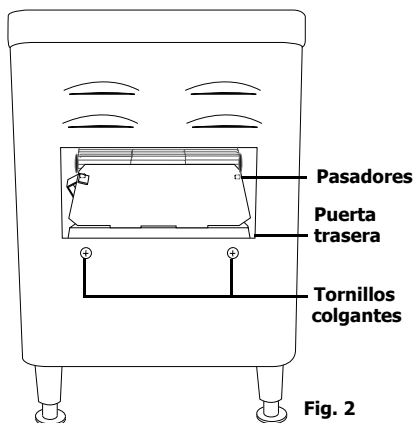

Fig. 2
2. Fíjela dentro del aparato apoyando el labio curvo de la puerta en los dos pasadores situados al final de la cinta [Fig. 2].